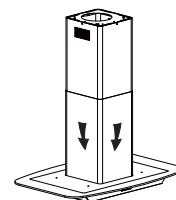

Abbildung 9
– Setzen Sie das verlängerbare Rohr auf den Ausgang auf. Danach versichern Sie sich darüber, dass alles korrekt durchgeführt wurde. Danach nehmen Sie die Haken von dem äußeren Teil der Abdeckung des Abzugsrohrs ab und die Montage ist beendet (siehe *Abbildung 9*).